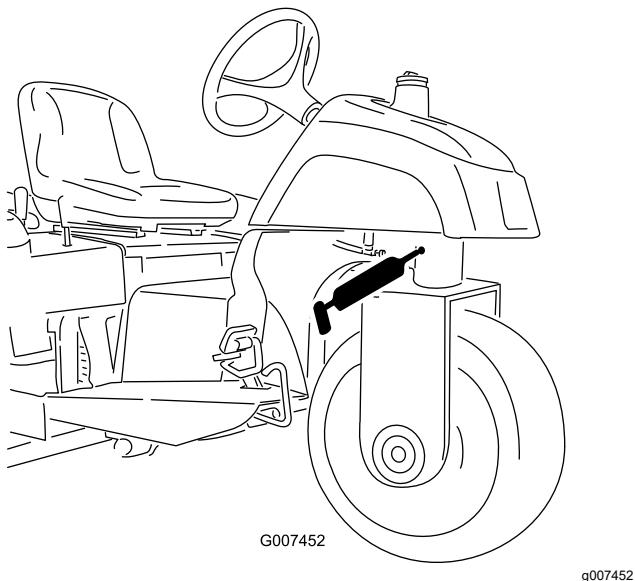

Figure 23
- Pivot de direction (Figure 23)
Remarque: Le raccord encastré sur le pivot de direction (Figure 23) nécessite un adaptateur pour la pompe à graisse. Vous pouvez le commander chez les distributeurs Toro agréés (réf. 107-1998).